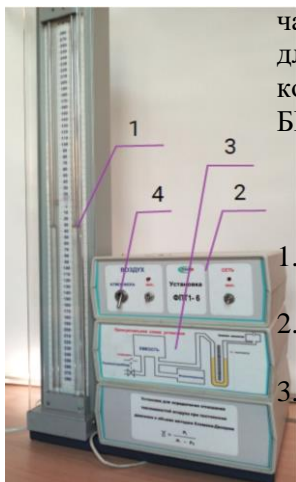

Рис. 2
Пуассона  $\gamma = \frac{C_p}{C_V}$  застосовується установка ФПТ1-6 (рис.2), яка
Для визначення коефіцієнта поверхневого натягу використовують торсійні ваги, зображенні на рис. 2. Визначимо силу  $P$ , при якій кільце (3) відривається від поверхні води. В момент відриву кільця ця сила  $P$  зрівноважує силу поверхневого натягу. Нехай зовнішній діаметр кільця  $D$ , а внутрішній  $d$ . При підніманні кільця над поверхнею рідини між нею та кільцем утворюється плівка. Зовнішня і внутрішня поверхні цієї плівки тягнуть кільце вниз з відповідними силами  $\alpha \cdot \pi D$  (зовнішня) та  $\alpha \cdot \pi d$  (внутрішня).